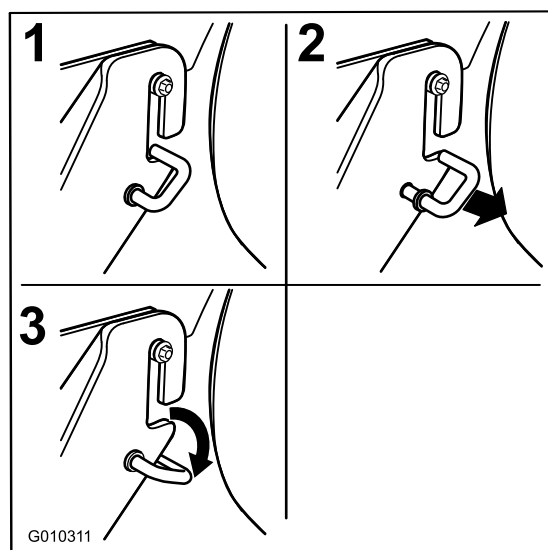

Figura 66
1. Extraiga los ganchos a resorte de las ranuras de los soportes de las pletinas de suspensión en cada lado de la plataforma (Figura 66).